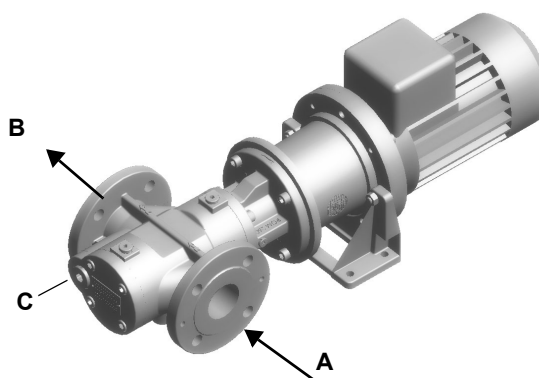

Fig. 4 - Kral
- Caldaie a tre giri di fumo (con il primo giro fumi nella parte posteriore): il boccaglio deve entrare in camera di combustione per non più di **Dist** = 100 mm. (Fig. 4)